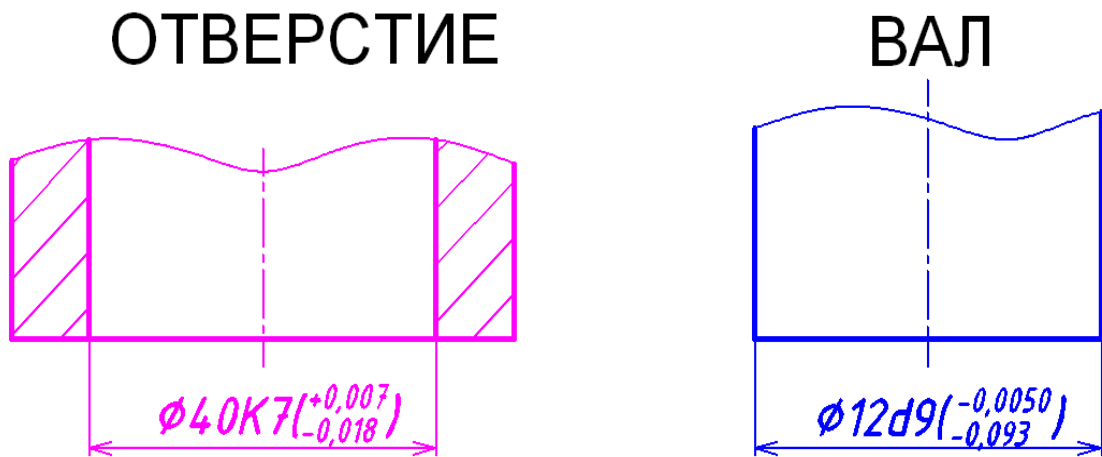

Рисунок 12.
3. Предельные отклонения указываются полем допуска и числовыми значениями (рис. 12).